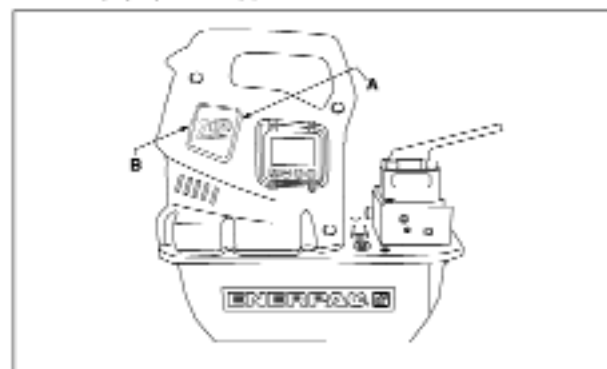

图11，拆除电刷盖
2. 偏转电刷盖的销子（B），慢慢地向外拉，即可拆除两个电刷盖（A）（见图11）。
在打开保护罩之前先断开装置的电源。从前支架拆除半个LCD保护罩以及一个小孔插座。将导线穿过正面的支架，连到电源板上（见图11）。要确保消除应力。再将此半个保护罩装上。